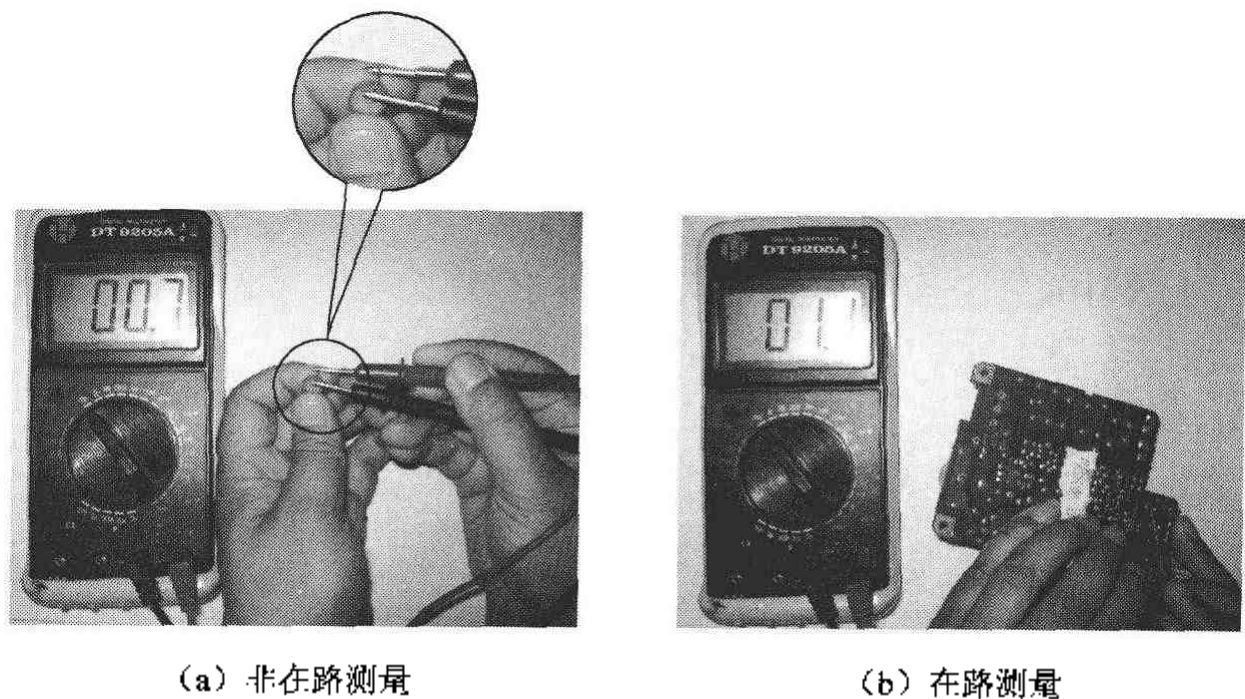

图 2-91 判断电感好坏的示意图
如图 2-91 所示，先将万用表置于二极管挡，红、黑表笔接电感的两端，此时显示屏显示的阻值一般为零点几欧到几十欧。若阻值过大，说明其开路；若阻值偏小，说明其匝间短路。
**提示** 由于匝间短路用万用表一般测不出来，最好采用代换法进行判断。图 2-91 (a)、(b) 测量的不是同一个电感，所以阻值不同，不要误认为在路测量的阻值大于非在路测量时的阻值。